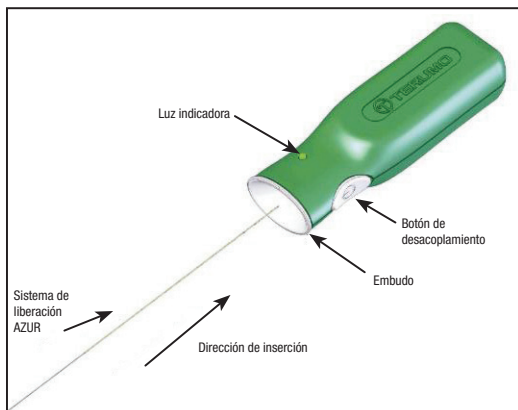

Figura 2. Controlador de desacoplamiento AZUR
14. Antes de utilizar el dispositivo, retire el extremo proximal del sistema de liberación del aro del envase. Tenga cuidado de no contaminar este extremo del sistema de liberación con sustancias extrañas, como sangre o medio de contraste. Inserte con firmeza el extremo proximal del sistema de liberación en la sección de embudo del controlador de desacoplamiento AZUR. Consulte la figura 2. **No pulse el botón de desacoplamiento en este momento.**
35. Conecte el extremo proximal del sistema de liberación al controlador de desacoplamiento AZUR; para ello, introduzca con firmeza el extremo proximal del sistema de liberación en la sección de embudo del controlador de desacoplamiento AZUR. Consulte la figura 2.